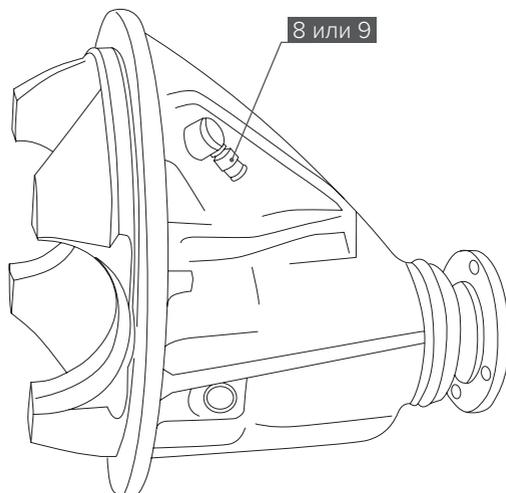

Рис. 4
3. В зависимости от используемой трубки подключения установите фитинг прямой [9] или штуцер-«ёлочка» [8] в штуцер [7] с внешней стороны картера моста (Рис. 4).